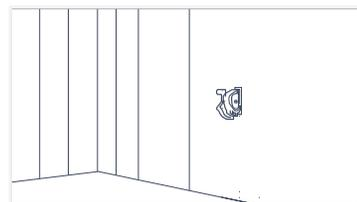

Fig. 30
2. Au moyen de la scie, effectuez une coupe au centre du panneau endommagé parallèlement aux joints du panneau (Fig. 30).